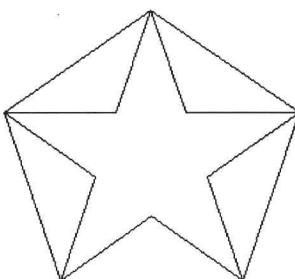

图 1.10 修剪后的效果
- ③ 按空格键，结束选择；
- ④ 单击鼠标左键选择要修剪的线段 FJ、FG、GH、HI、IJ；
- ⑤ 最后按空格键，完成修剪后得到图 1.10 所示的效果。